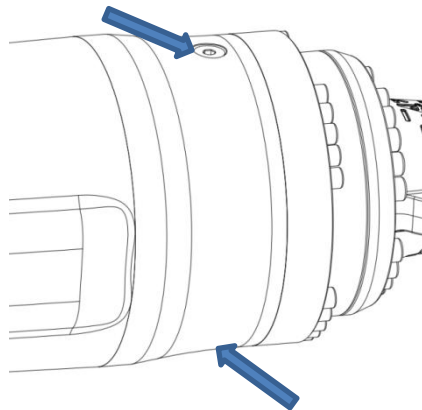

图6-6：机器人A4轴加/排油螺塞位置示意图
- (1) 将小臂调整至平行于地面状态。
- (2) 将收集容器放在图6-6所示下端螺塞下方，旋出磁性螺塞。